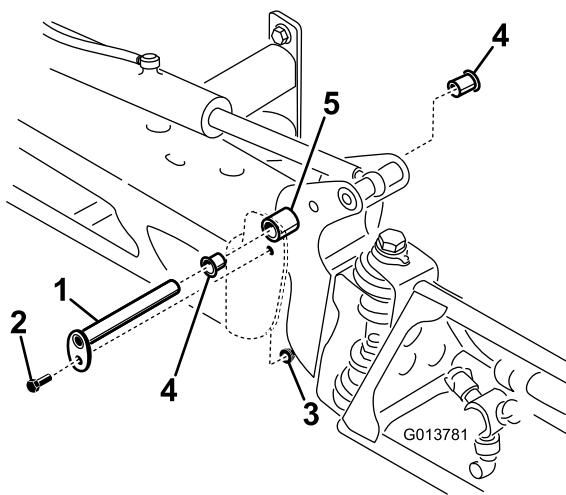

Figura 98
3. Com o peso da rampa suportado, retire o parafuso e porca que seguram o pino de articulação à rampa (Figura 98).
4. Retire o pino de articulação (Figura 98).
6. Retire e inspecione as buchas de nylon dos lados dianteiro e traseiro do suporte de articulação (Figura 98).
8. Monte a rampa e o apoio da articulação no chassis alinhando as aberturas (Figura 98).